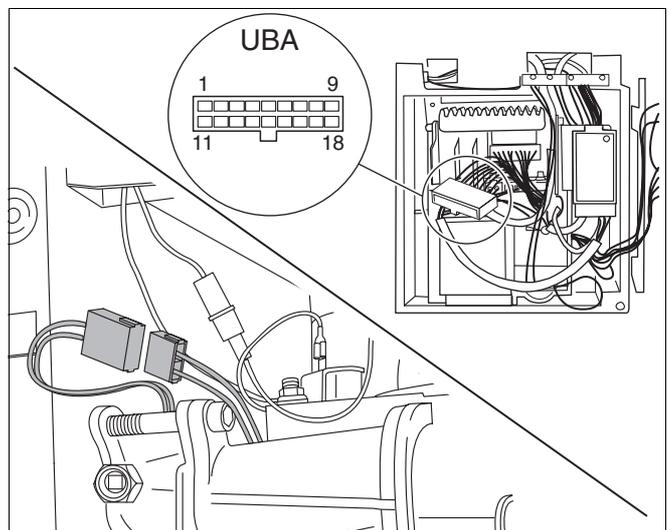

Fig. 66 Logamax plus GB122-11/19/24/24K:
- Tramite l'apparecchio per la prova della continuità, verificare il cavo posto tra la connessione a spina e la spina a 18 poli nell'UBA. Eseguire la verifica sui collegamenti 06-18 e 08-18 (fig. 66).